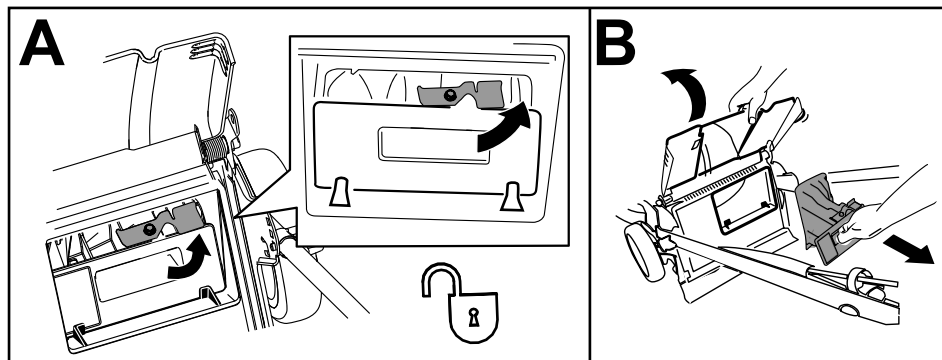

Figura 27
2. Desbloquee el tapón de descarga trasera (Figura 27, A).
3. Extraiga el tapón de descarga trasera (Figura 27, B).